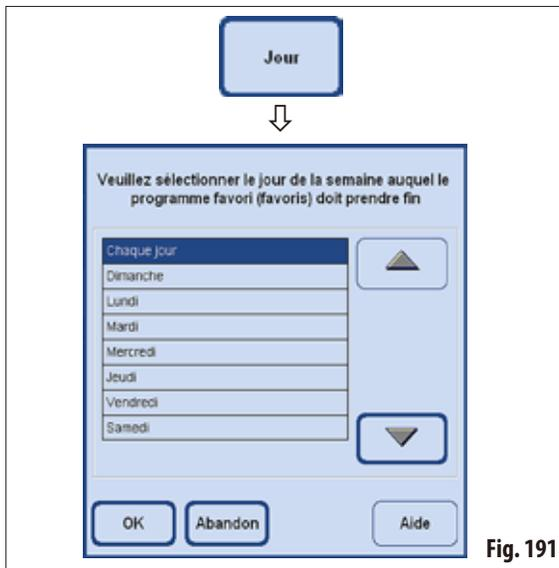

Fig. 191
- Dans la liste, sélectionner le jour de la semaine souhaité et confirmer à l'aide du bouton **OK** (fig. 191).